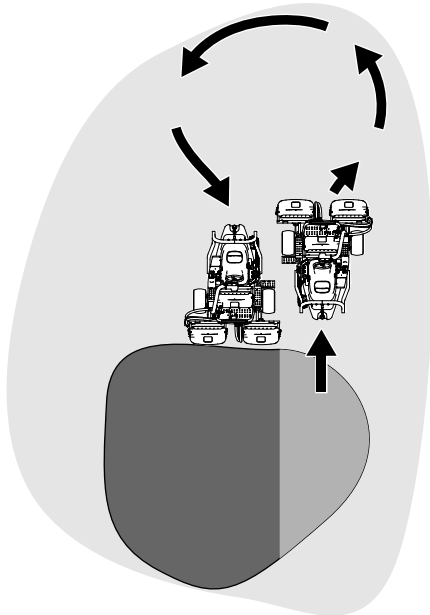

Figura 22
6. Pentru a reduce timpul de operare și pentru a uura alinierea pentru trecerea următoare, virai maina în direcție opusă, apoi virai-o în direcția porțiunii netăiate. Această mișcare este un viraj în formă de lacrimă (Figura 22), care aliniază rapid maina pentru trecerea următoare.